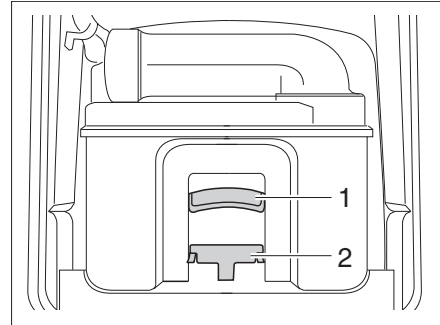

Fig. 351 Cassetta Thetford
- Tirare la staffa di supporto (Fig. 351,2) verso il lato anteriore per sbloccare la cassetta della toilette ed estrarre la cassetta mediante la maniglia (Fig. 351,1).